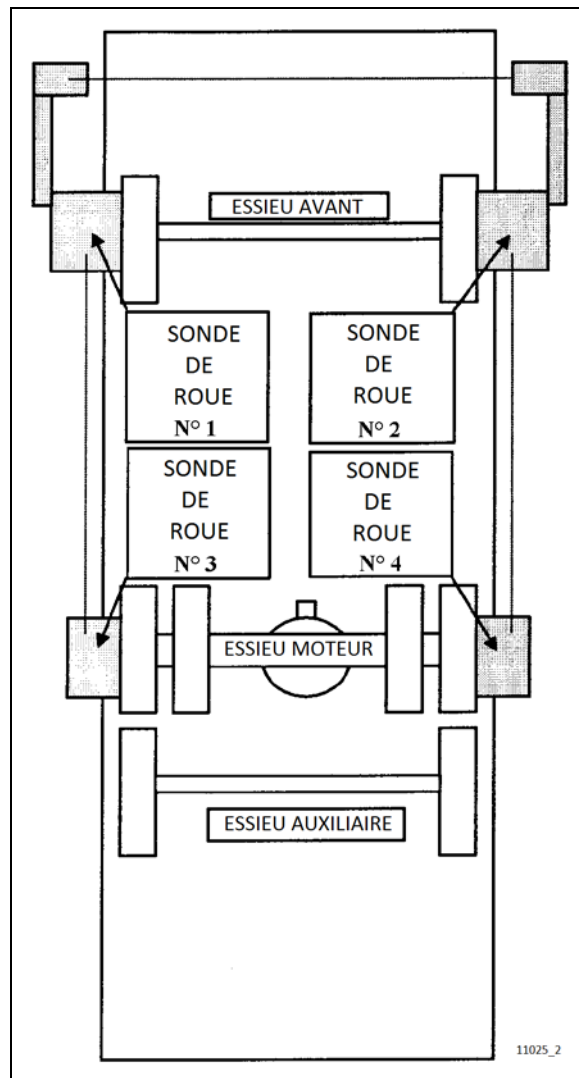

FIGURE 7: ALIGNEMENT DE L'ESSIEU MOTEUR & AVANT
3. Poser des capteurs de montage de roue sur les essieux avant et moteur (Figure 7).
Se reporter aux numéros de référence sur les capteurs de montage de roue (Figure 7).
Lorsque le système est installé pour l'alignement de l'essieu avant (Figure 7), régler l'essieu avant conformément au tableau de spécifications qui suit. Utiliser des systèmes de réglage de géométrie statique qui utilisent les relations angulaires uniquement, tels que les systèmes Josam ou Hunter. Les spécifications de géométrie statique sont mentionnées dans les tableaux suivants :